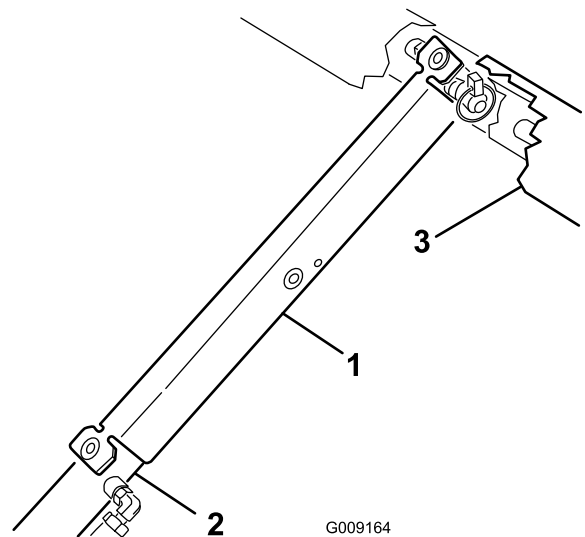

図 43
8. サポートをシリンダロッドにはめ込み、サポートの端部でシリンダバレルの端とシリンダロッドの端を確実に支える 図 43。